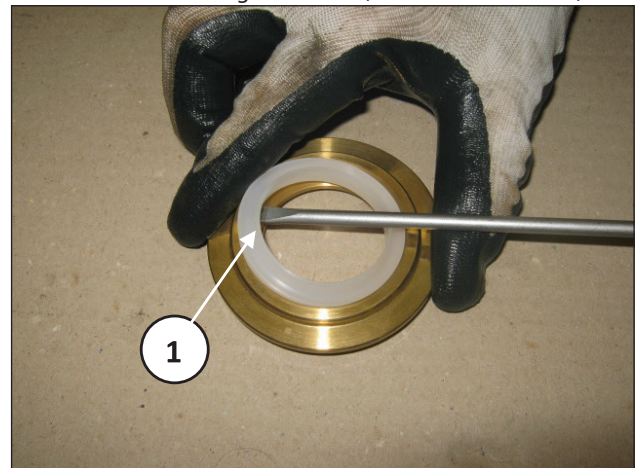

Abb. 124
Bauen Sie nun den Abstreifring mithilfe einfacher Werkzeuge gemäß Pos. ①, Abb. 124 aus, ohne dabei den Sitz zu beschädigen.